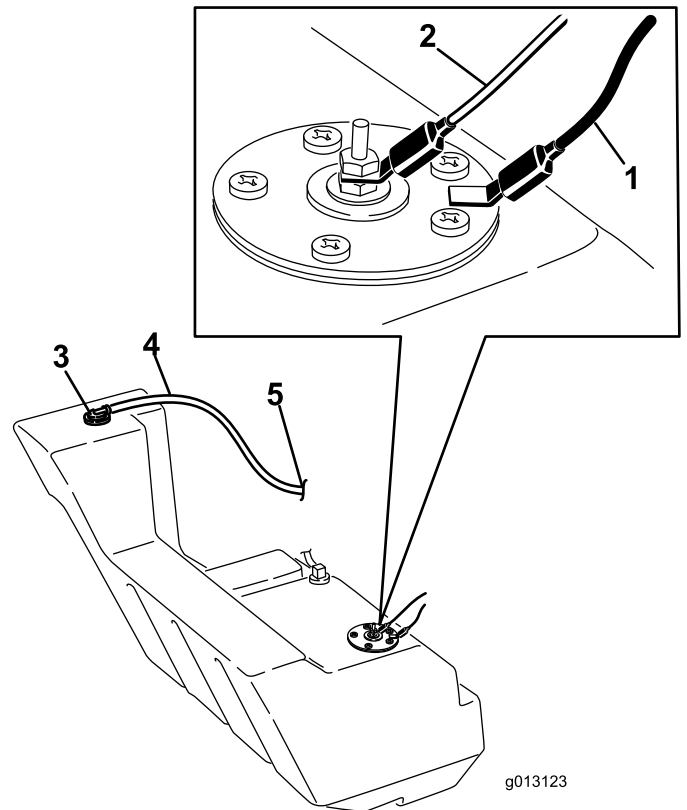

**Figure 65**
Pour cette raison, ouvrez régulièrement le capot et inspectez la zone au-dessous du moteur à l'aide d'une torche. Si la couche de crasse fait entre 2,5 et 5 cm d'épaisseur, suivez la procédure ci-après (voir la Figure 65 à cet effet) :
5. Enlevez les boulons, les rondelles et les rondelles-freins de fixation des 2 masses latérales, puis déposez les masses (Figure 65).
8. Retirez les 6 écrous et boulons de fixation du panneau arrière et déposez le panneau (Figure 65).
10. Poussez le réservoir de carburant en arrière (Figure 65).
17. Glissez le réservoir partiellement dans le châssis (Figure 65).
23. Reposez le panneau arrière et fixez-le en place à l'aide des 6 boulons et écrous retirés précédemment (Figure 65).
25. Montez les masses latérales à l'aide des boulons, rondelles et rondelles-freins enlevés précédemment (Figure 65).